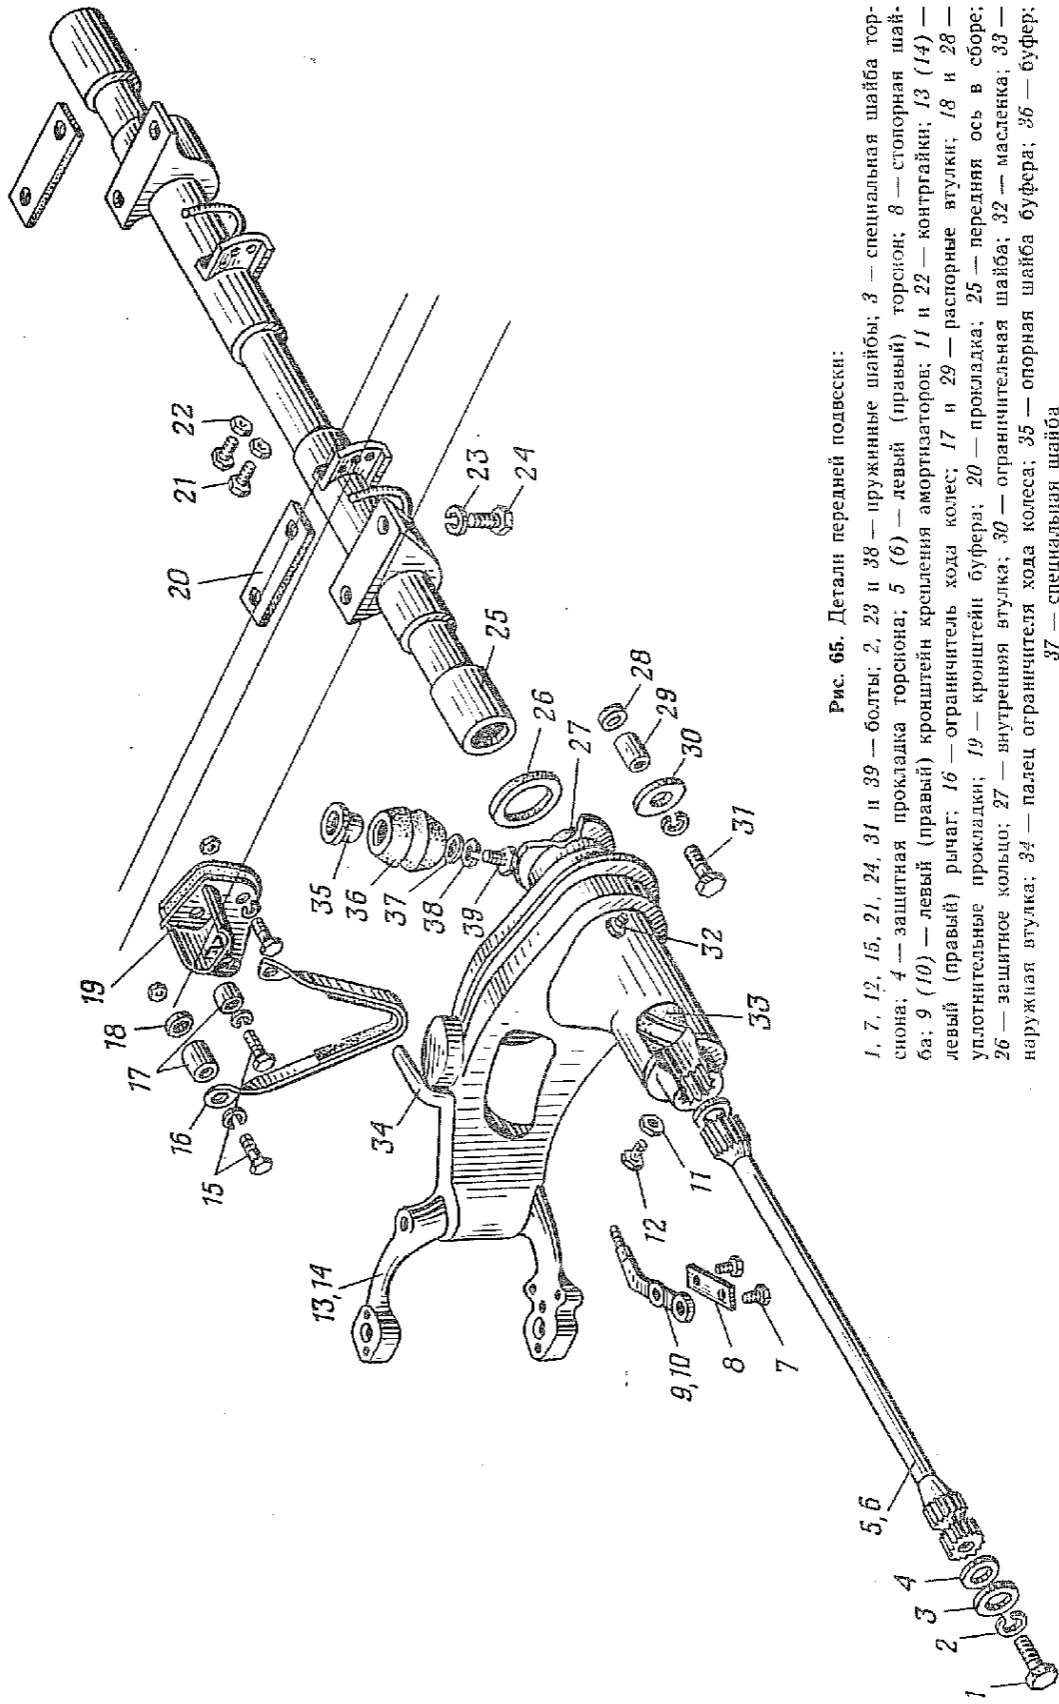

Рис. 65. Детали передней подвески:
1.13. Отвернуть болты 15 (рис. 65) крепления ограничителей хода передних колес, снять ограничители, распорные втулки 17 и уплотнительные прокладки 18 (головка 17, вороток).
2.2. Установить на кронштейны оси 25 (рис. 65) прокладки 20, совместить отверстия кронштейнов оси и рамы и закрепить ось подвески болтами 24 с пружинными шайбами 23 (головка 22, вороток, рукоятка динамометрическая).
2.4. Закрепить ограничители 16 (рис. 65) хода передних колес болтами с пружинными шайбами, установив распорные втулки 17 и уплотнительные прокладки 18 (ключ 17, головка 17, рукоятка динамометрическая).
1.8.3. Отвернуть болт 1 (рис. 65), снять специальную шайбу 3 и защитную прокладку 4 (ключ 17).
3.1.1. Установить на рычаг кронштейн 9 (рис. 65) крепления нижнего конца амортизатора и стопорную шайбу 8 и закрепить болтами (момент силы затяжки 3,0—3,5 кгс·м). Застопорить болты (ключ 17, головка 17, рукоятка динамометрическая, молоток 500 г, отвертка 200×1,0).